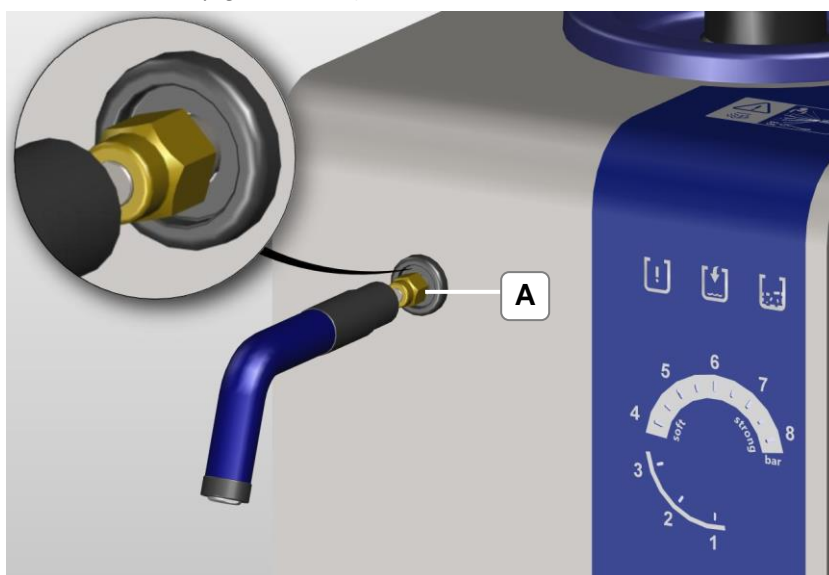

Figure 4.2.1: raccord, écrou avec tampon borgne
1. Enlevez le tampon borgne en dévissant l'écrou (A) à l'aide d'une clé à fourche de 12 mm (figure 4.2.1).